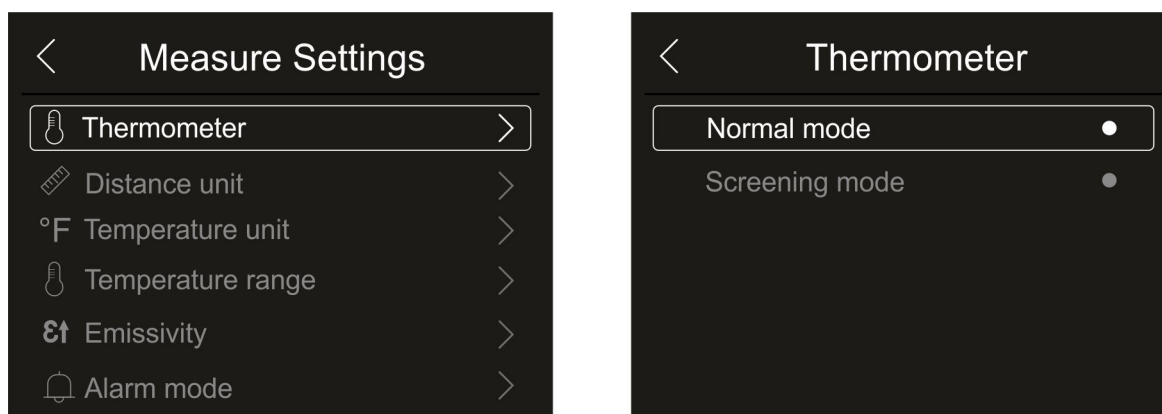

Fig. 24: Menu Termómetro
1. Clique em “Distance unit” para definir a unidade de medida de distância. Fig. 24 - lado direito é exibido: